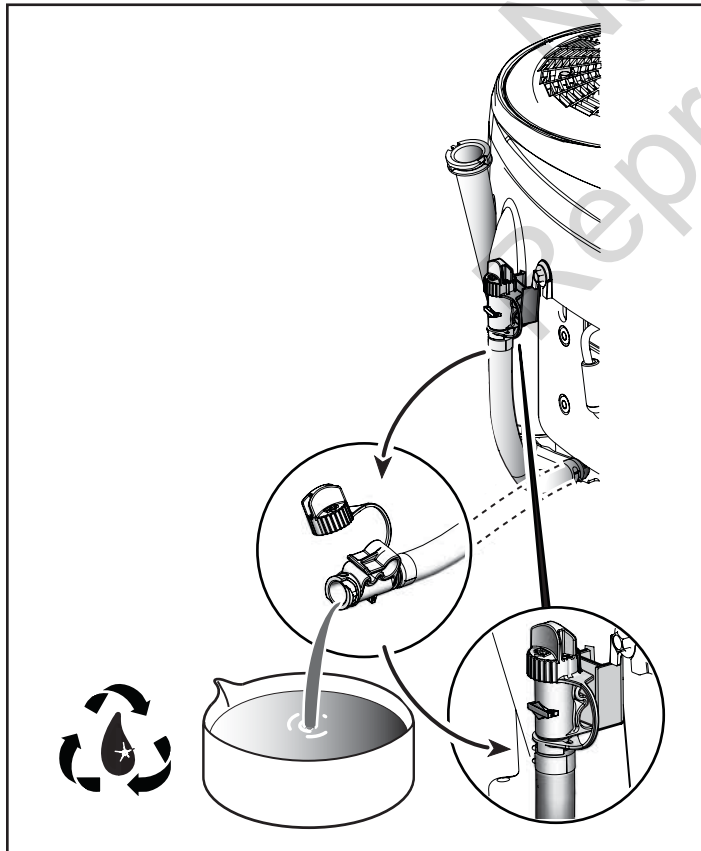

Figura 9
5. Desconecte la manguera de desagüe del aceite (véase Figura 9). Retire con cuidado la tapa y coloque la manguera en un contenedor homologado. Una vez drenado el aceite, vuelva a colocar la tapa firmemente y, a continuación, conecte la manguera al costado del motor.